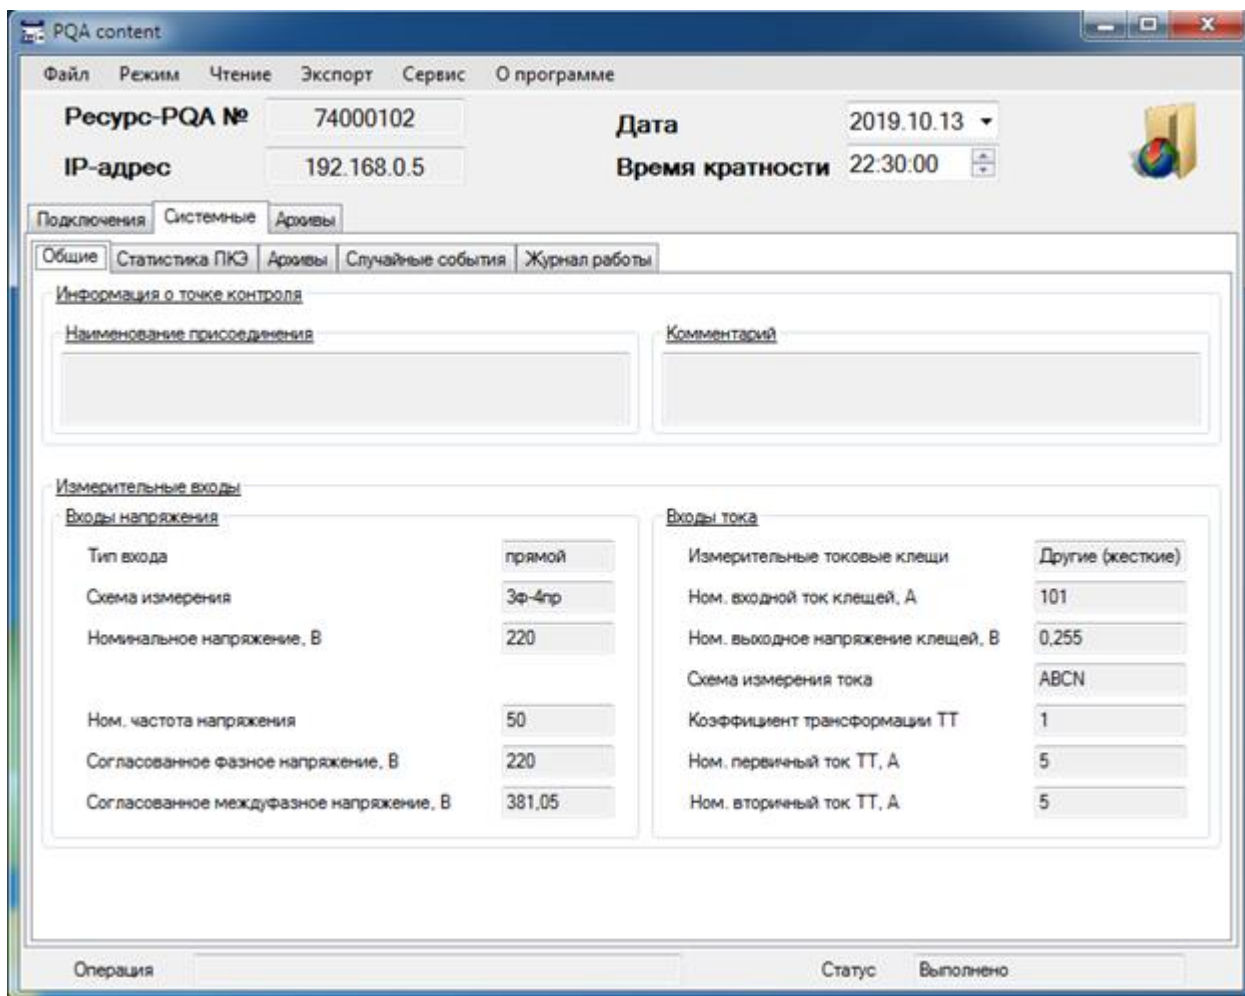

Рисунок 9.1.4 Вкладка системных данных
9.1.4 После чтения данных программа переходит в режим просмотра системных данных, в рабочей области программы открывается вкладка «Системные» (Рисунок 9.1.4).